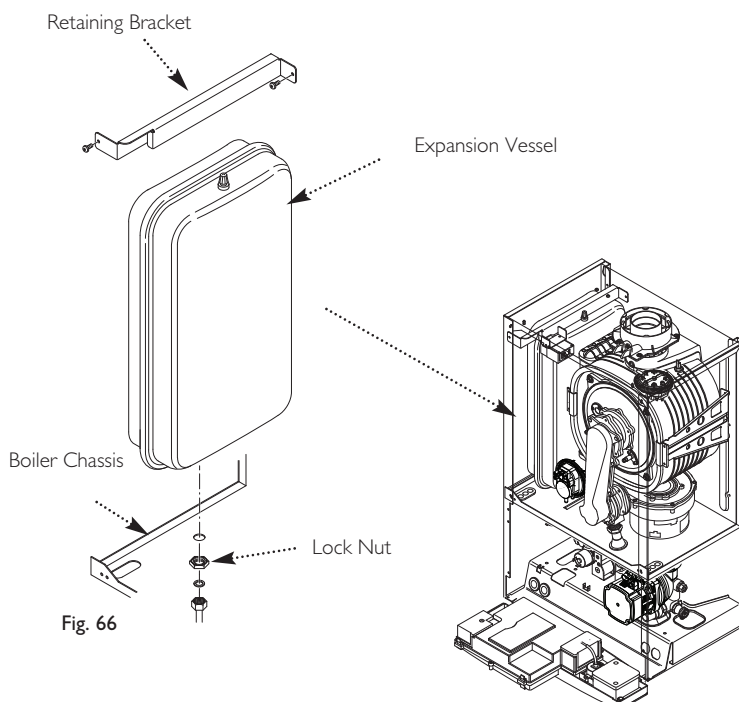

Fig. 66
13.23 Expansion Vessel (Fig. 66)